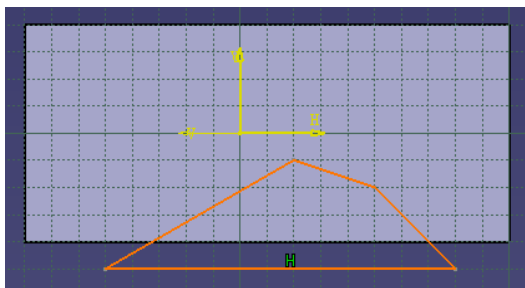

图 3-74
(3) 选择一个面后点击 ，用 Profile 画一个图形（见图 3-74）。